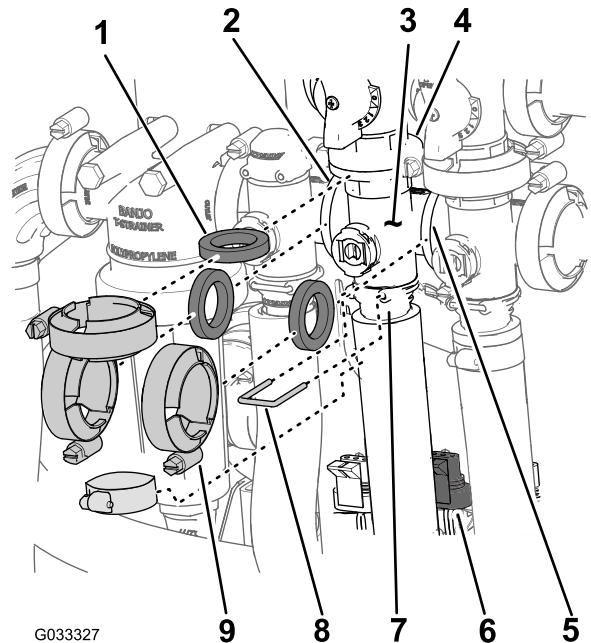

Bild 64
1. Entfernen Sie die Klemmen und Dichtungen, mit denen der Verteiler für das Rührwerkventil (Bild 64) am Rührwerksicherheitsventil, Dosierungsregelventil, Hauptauslegerventil und am Adapteranschlussstück (Rührwerkdruckventil) befestigt ist.
2. Entfernen Sie den Halter, mit dem das Auslaufanschlussstück am Verteiler für das Rührwerkventil befestigt ist (Bild 64).